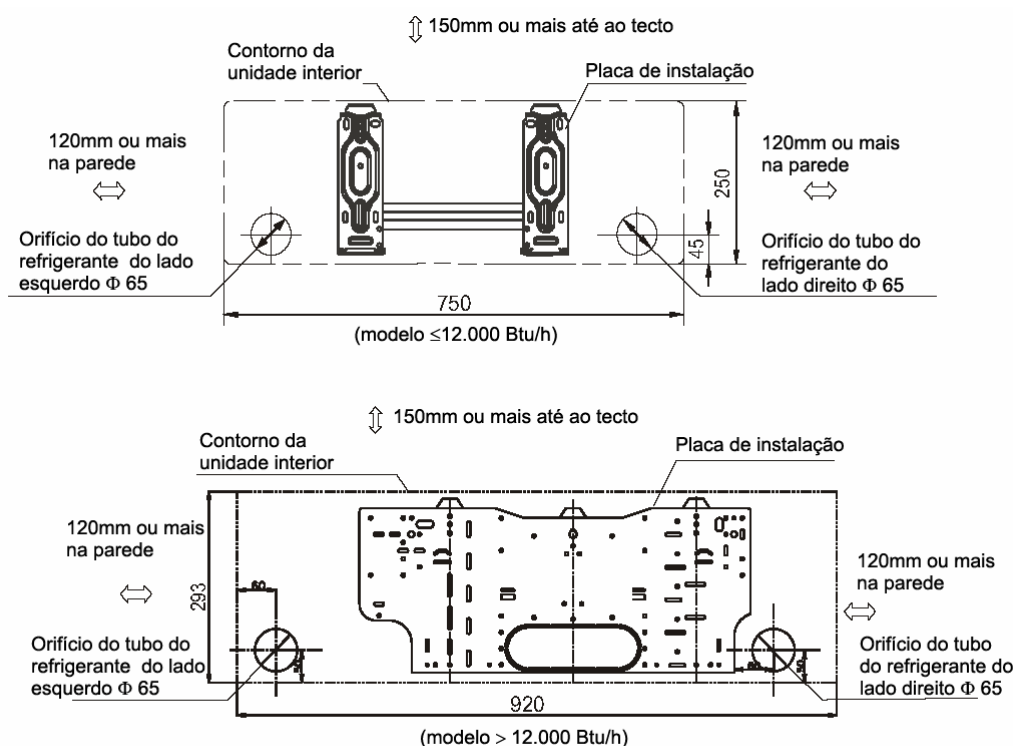

Fig. 5
1. Determine as posições do orifício de acordo com o diagrama pormenorizado na Fig.5. Faça um (1) orifício ( $\Phi$  65mm) ligeiramente inclinado para o exterior.